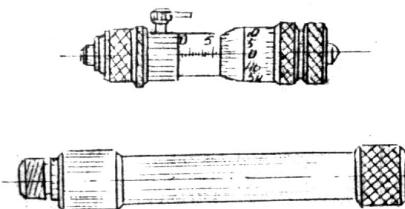

Рисунок 9
- микрометрический нутrometer (рис.9).